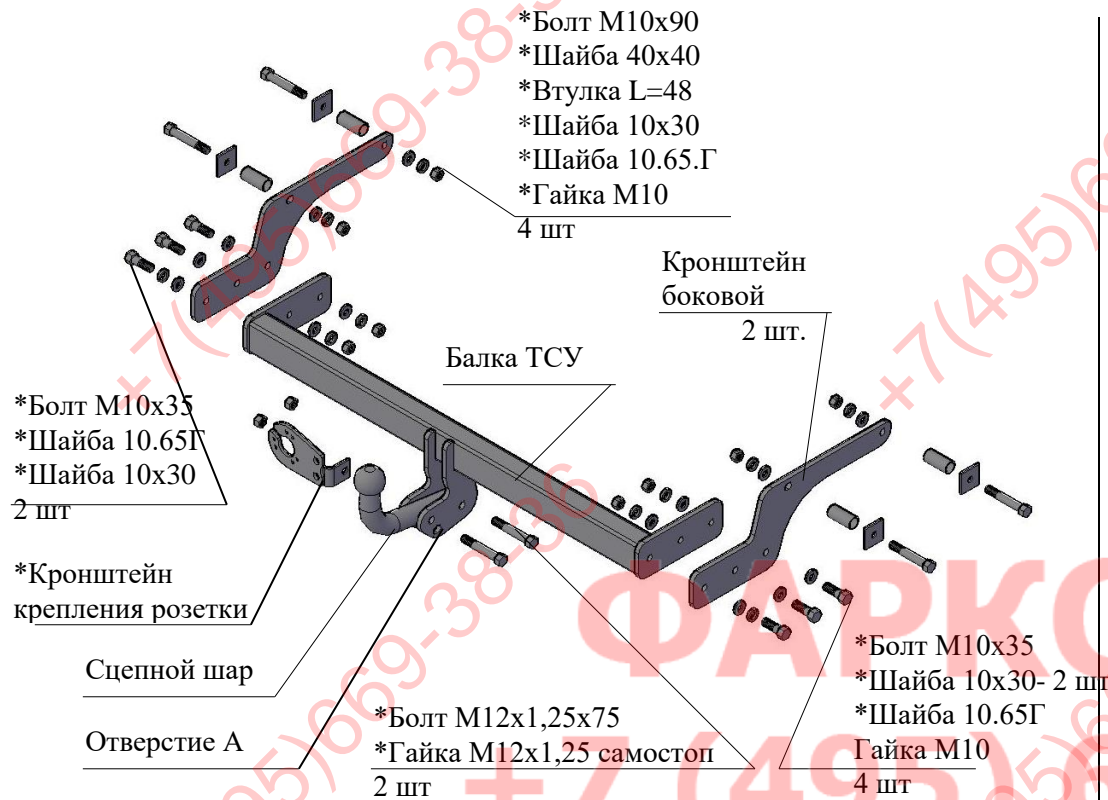

Рис.1 Тягово-сцепное устройство ТСУ 9012.
2.1 ТСУ 9012 в сборе (рис.1)	1 шт.
2.2. Пакет комплектующих (рис.1)